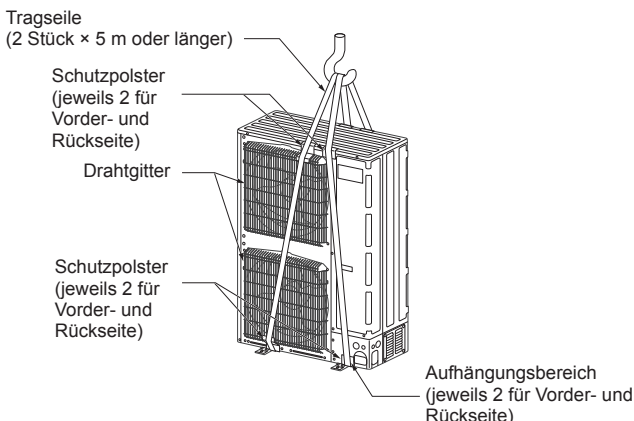

Fig. 2-2
2.3.1. Aufhängen des Geräts (Fig. 2-2)